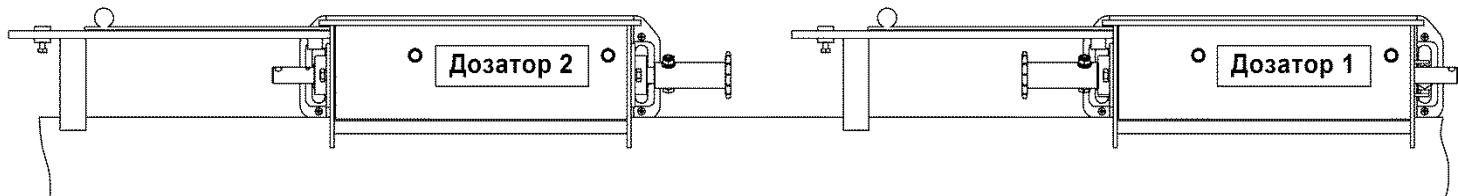

Рис.4 Идентификация высевающих аппаратов
4.5.На наружные стенки высевающих аппаратов, в очередности по ходу движения посевного комплекса, наклеить идентификационные надписи "Дозатор 1" и "Дозатор 2" рис.4, предварительно тщательно очистив и обезжирив поверхность.